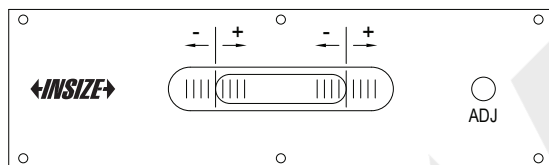

Abb. 1
a) Schieben (nicht legen) Sie die Wasserwaage auf eine saubere, ebene und glatte Fläche. Die "-"-Seite ist links und die "+"-Seite rechts (Abb.1).